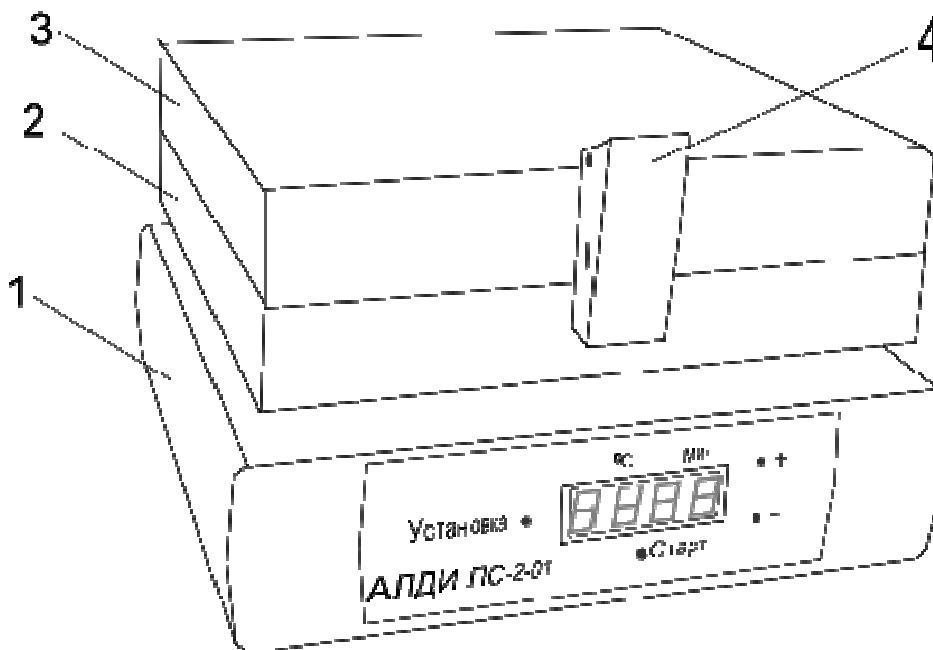

Рисунок 1. Внешний вид Печи
1.3.1 Печь (рис.1) состоит из корпуса 1, нижней плиты (нагревателя) 2, верхней плиты (нагревателя) 3, замка-ручки 4.